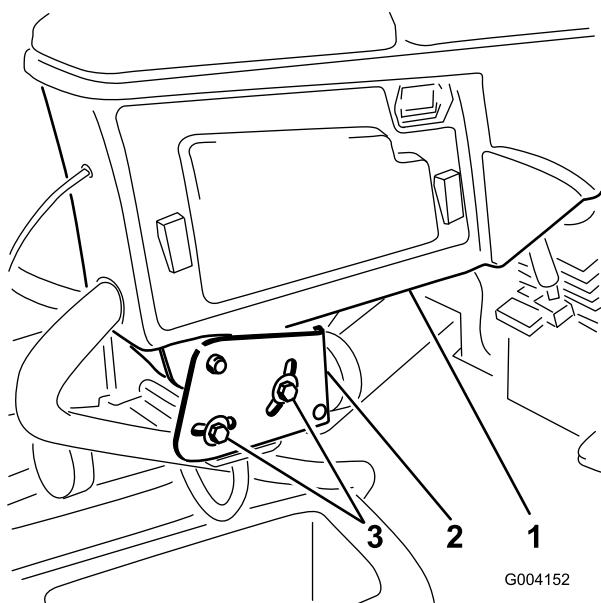

Figura 3
1. Afloje los 2 pernos que fijan el brazo de control al soporte de retención (Figura 3).